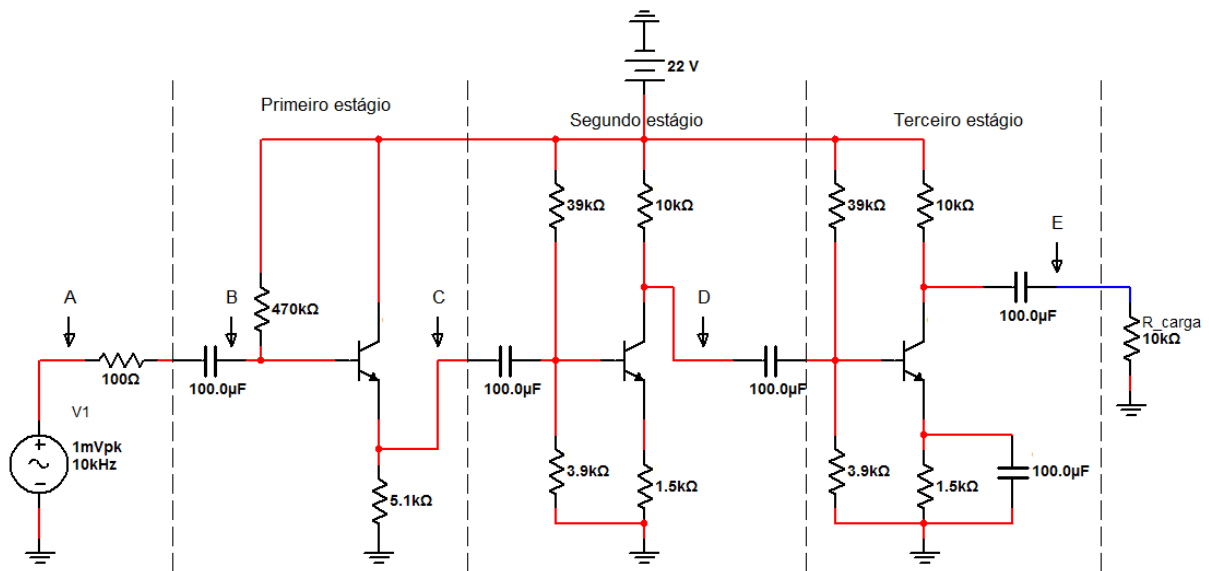

Figura 3.2 – Diagrama do experimento 3.5.2. Note que foi usado uma carga de 10kΩ
- a) Monte o circuito do diagrama da Figura 3.2